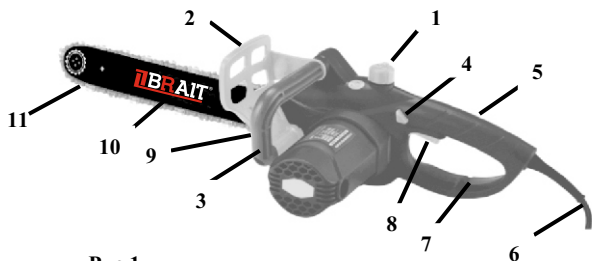

Рис.1.
- **Защитный щиток (2)** (Рис.1 защищает руку оператора при проведении распиловочных работ.
- **Кнопка блокировки пуска (4)**( Рис.1) предотвращает случайное включение двигателя. Она расположена на боковой поверхности задней рукоятки.
- **Клавиша пуска (8)**(Рис.1) не может быть нажата, если не нажата кнопка блокировки пуска (4)Рис.1).
- **Задняя ручка (5)** (См. Рис.1). Задняя ручка имеет снизу расширенный защитный экран, который защищает руки от травм в случае разрыва цепи, а также от царапин ветками и сучьями во время работы.
- **Пильная цепь, снижающая риск отскока (11)** (См. Рис.1). Пила снабжена высококачественной цепью, снижающей риск отскока и его интенсивность, благодаря специально разработанным контурным звеньям.
- Открутите крышку наливной горловины бака (1)(См. Рис.1).
- Залейте необходимый объём масла в бак, контролируя его уровень по мерному окну (9)См. Рис.1).
- Обхватите переднюю дуговую ручку пилы (3)(См. Рис.1) левой рукой. Правой рукой возьмитесь за заднюю ручку (5)(См. Рис.1).